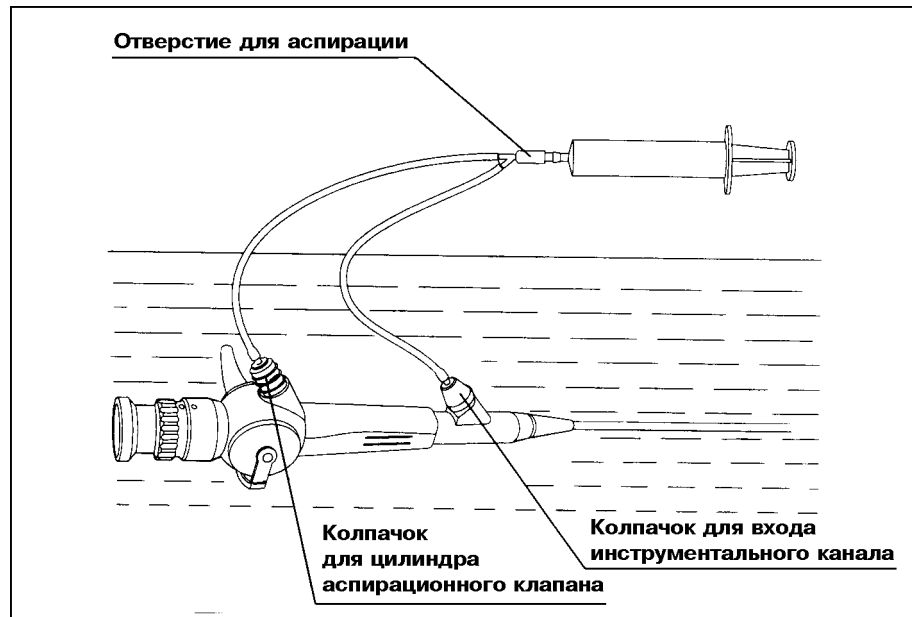

Рис. 7.10.
1. Присоедините соответствующий колпачок адаптера для аспирационной очистки к входу инструментального канала, другой колпачок присоедините к цилиндру аспирационного канала (см. рис. 7.10).
3. Извлеките поршень шприца для наполнения инструментального/аспираторного канала и адаптера для аспирационной очистки раствором моющего средства (см. рис. 7.10).
4. Присоедините шприц ёмкостью 30 см3 (30 мл) к адаптеру для аспирационной очистки и извлеките поршень шприца для наполнения инструментального/аспирационного канала и адаптера для аспирационной очистки раствором моющего средства (см. рис. 7.10).